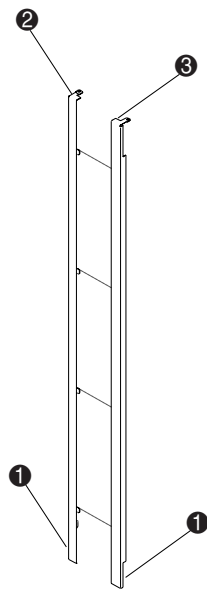

Figure 2-17. Assemblage du panneau d'habillage arrière
1. Assemblez les panneaux d'habillage mâles **2** et femelles **3** comme l'illustre la Figure 2-17.